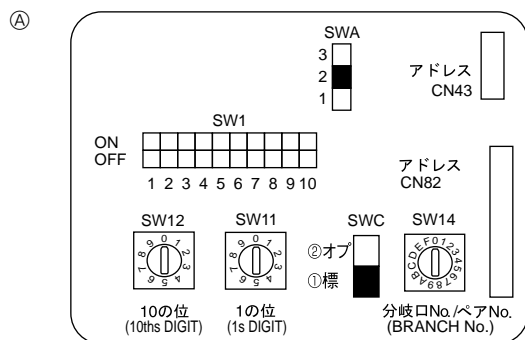

Fig. 6-4
6.5. De aansluitadressen instellen (Fig. 6-4)
- ① Hoe u de aansluitadressen instelt
- ② Hoe u de nummers van de aftakkingen instelt bij SW14 (alleen voor de R2-lijn)
6.6. Schakelaar voor verschillende plafondhoogten (Fig.6-4)
6.7. De kamertemperatuur oppikken met de ingebouwde sensor in een afstandsbediening (Fig.6-4)